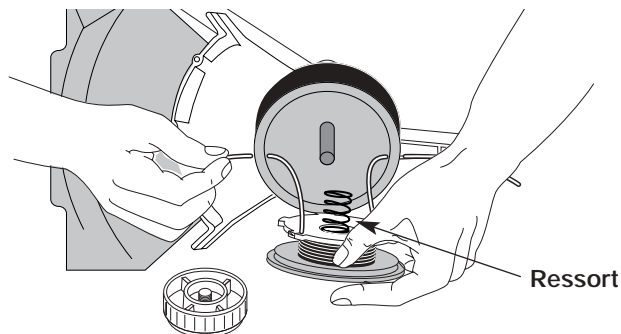

Fig. 35
- Insérez les extrémités du fil dans les œillets de la bobine extérieure et placez le moulinet et le ressort dans la bobine (Fig. 35). Enfoncez le moulinet et la bobine ensemble. Tout en tenant le moulinet et la bobine, saisissez les extrémités et tirez fermement pour dégager le fil des fentes de retenue de la bobine.
5. Insérez les extrémités du fil dans les œillets de la bobine extérieure (Fig. 35).